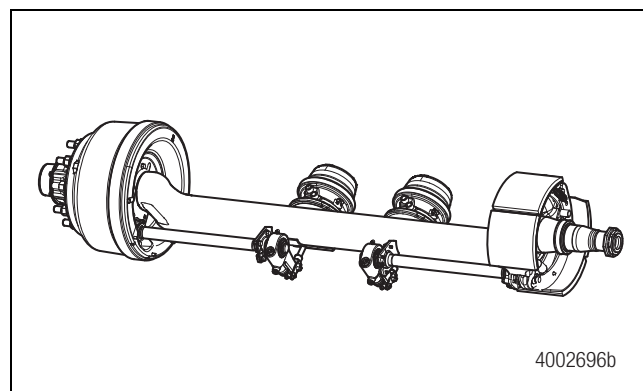

Figura 2.2
- Vigas acodadas como, por ejemplo, el modelo TQC. Figura 2.2.